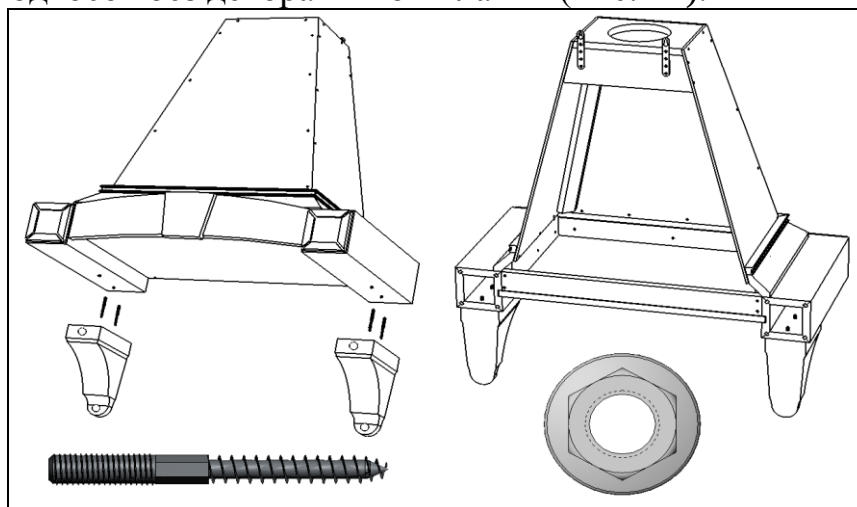

Рис. 17
3. Крепление подкосов без декоративной планки (Рис. 17):
Если промежуток между навесными шкафами и потолком не позволяет закрепить карниз шурупами сверху, крепление производится изнутри шкафов (Рис. 17), для чего в верхних горизонталях последних предварительно сверлятся отверстия Ø 5 мм.